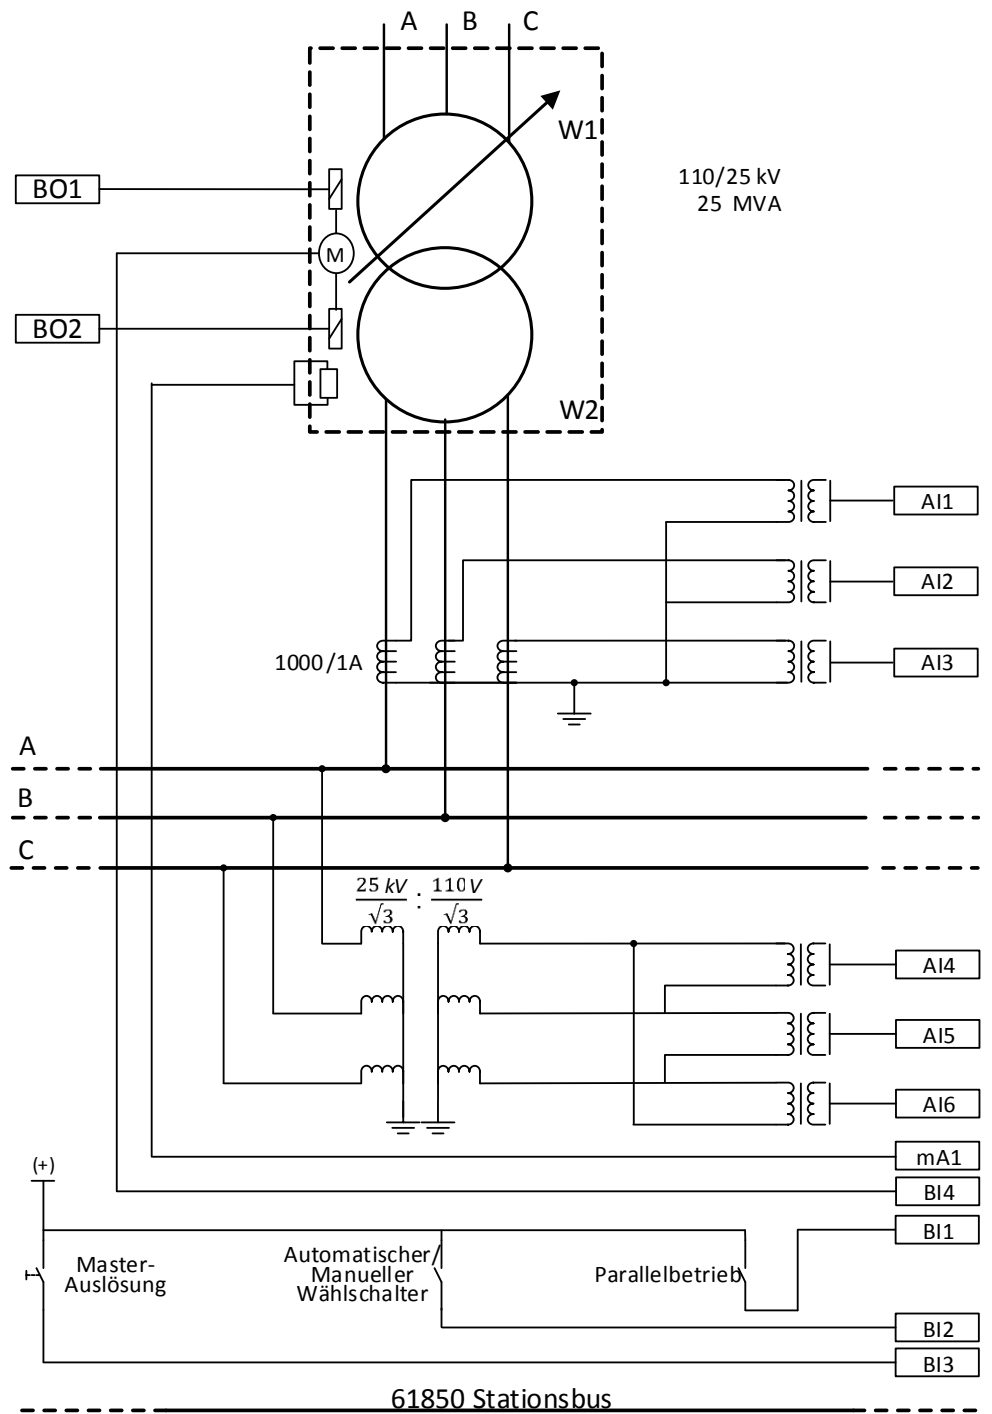

Abb. 37: Relais 3-Schnittstellen und CT/VT-Anschlüsse für TR3 in Beispielfall 2
Die Abbildung 37 zeigt die Anschlussdetails der Analogeingänge (AI) des Relais (Relais 3), Binäreingänge (BI), Milliampereeingänge (mA) und Binärausgänge (BO) für Transformator TR3 im Beispielfall. Die CT-Anschlüsse für die Leiterspannungsmessungen in allen Leitern und der VT-Anschluss für die Spannungsmessung an der MS-Seite werden ebenfalls dargestellt. In diesem Beispiel ist der Stufenschalterstellungswert als mA-Eingang für den Transformator TR3 und als Eingang zu TPOSYLTC eingegeben.